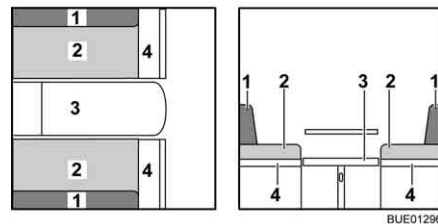

Fig. 123 Durante la transformación
- Ampliar el banco (Fig. 123,4).
- Quitar los cojines del respaldo (Fig. 123,1) y ponerlos a un lado.
- Tirar de los cojines del asiento (Fig. 123,2) hacia el centro.